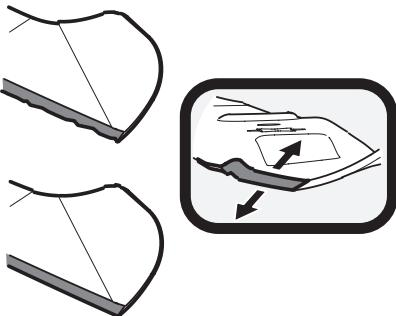

Figure 36
- Pour aiguiser correctement les lames de coupe, aiguisez les deux tranchants des lames de façon égale, parallèlement à la voile, à un angle de 25° à 30°. Aiguisez toujours chaque lame de coupe de façon égale pour assurer l'équilibre des lames. Voir Figure 36.